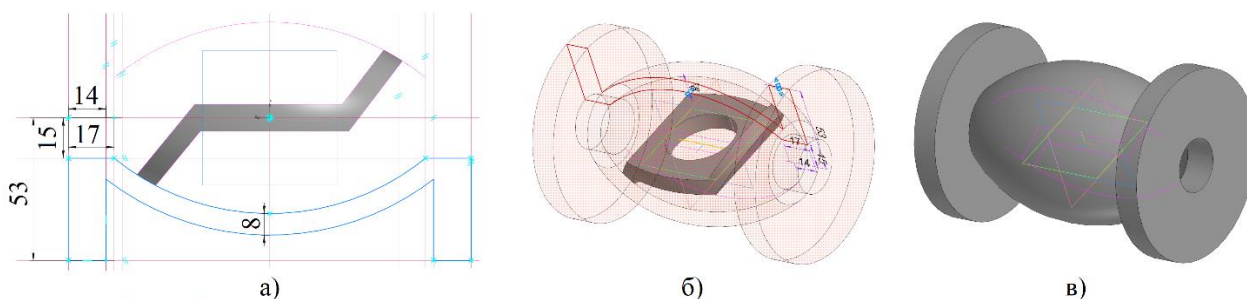

Рисунок 14 – Создание модели «тела» крана
5. В плоскости XY создайте эскиз «тела» крана (рисунок 14).